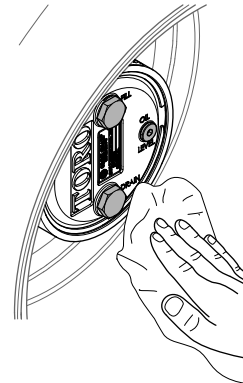

Figura 109
3. Limpie los alojamientos del freno y de los engranajes planetarios (Figura 109).